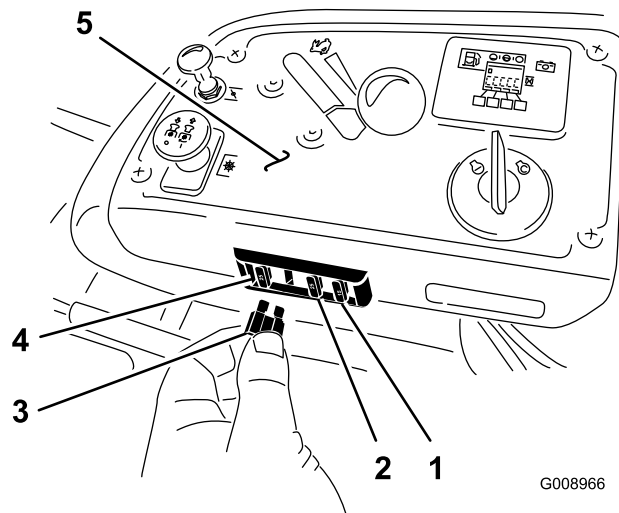

Figura 60
1. I fusibili sono posizionati sulla consolle destra vicino al sedile (Figura 60).
3. Montate un fusibile nuovo (Figura 60).